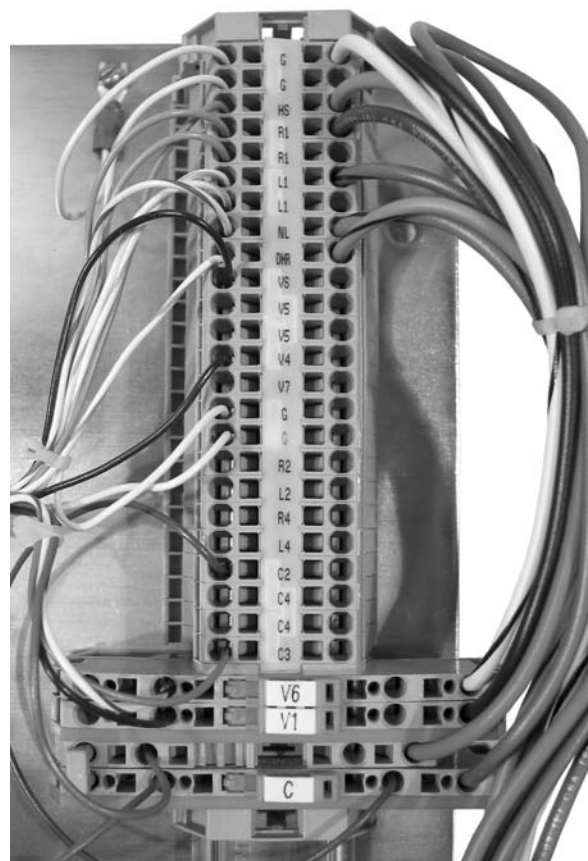

Figura 3-2.
3. Abra el interruptor **V1** y, si está presente, el **V6**. Consulte la Figura 3-2.